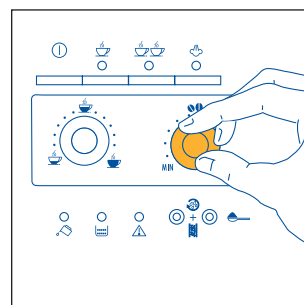
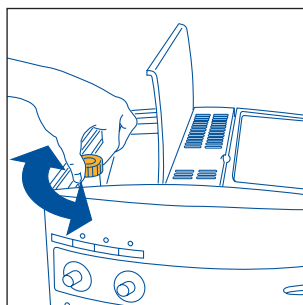

Fig.7
Fig. 17
- 2) Réglez le bouton de droite (fig. 7) pour programmer le goût désiré du café. Plus vous tournez dans le sens des aiguilles d'une montre et plus la quantité de grains à moudre augmentera et donnera un café plus fort. Lors de la première utilisation, il faut procéder par tentatives et faire plusieurs cafés pour trouver la bonne position du bouton. Attention à ne pas trop tourner dans le sens des aiguilles d'une montre, le café risquerait de couler trop lentement (goutte à goutte) surtout si vous devez faire deux tasses de café.
NOTA 1: Si le café coule goutte à goutte ou s'il ne sort pas du tout, , tournez le bouton de réglage de la mouture (fig. 17) d'un cran dans le sens des aiguilles d'une montre (voir § 6). Tournez d'un cran à la fois jusqu'à obtention d'un débit satisfaisant
NOTA 2: si le café coule trop vite et que la crème n'est pas satisfaisante, tournez légèrement le bouton de droite (fig.7) dans le sens des aiguilles d'une montre. Procédez par tentatives et faites plusieurs cafés pour trouver la bonne position du bouton. Attention à ne pas trop tourner dans le sens des aiguilles d'une montre, le café risquerait de couler trop lentement (goutte à goutte) surtout si vous devez faire deux tasses de café. Si, au bout de quelques cafés la crème obtenue n'est pas satisfaisante, tournez également le bouton de réglage de la mouture (fig.17) d'un cran en sens inverse des aiguilles d'une montre (voir § 6).
Pour résoudre ce problème, il faut régler le degré de mouture du moulin à café en tournant le bouton de réglage (fig. 17) d'un cran en sens inverse des aiguilles d'une montre (voir chap. 6)
Le moulin à café ne doit pas être réglé, du moins au début, puisqu'il est préréglé en usine pour que le café coule correctement. Cependant, si après les premiers cafés le café coule trop vite ou trop lentement (goutte à goutte) vous devez régler le problème en agissant sur le bouton de réglage du degré de mouture (fig. 17). Pour obtenir une sortie plus rapide du café (sans gouttes) tournez le bouton d'un cran (égal à un chiffre) dans le sens des aiguilles d'une montre.